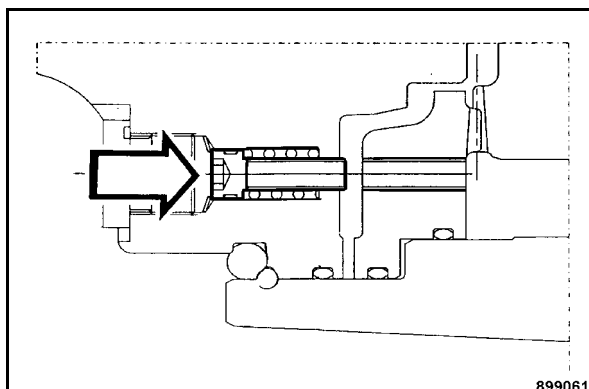

Fig. 105
- Visser les deux vis (Fig. 105) contre la pression des ressorts.